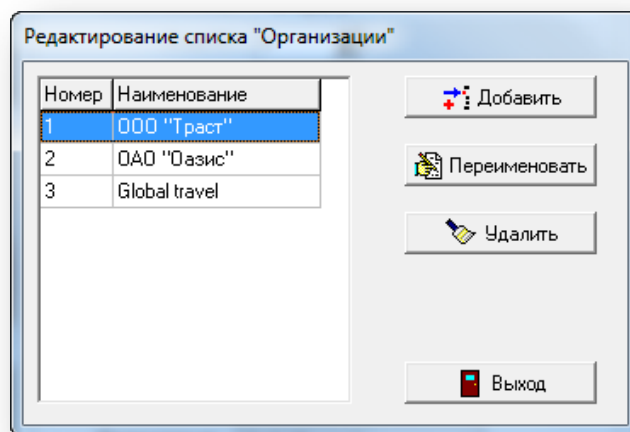

Рисунок 10.4
- Кнопка «Организации»  открывает окно редактирования списка организаций (Рисунок 10.4).